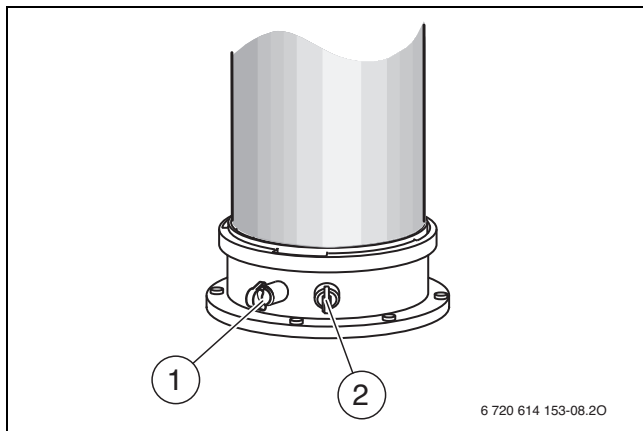

Bild 11 Abgasmessstutzen und Verbrennungsluft-Messstutzen
- ▶ Stopfen am Verbrennungsluft-Messstutzen (→ Bild 11, [2]) entfernen.
- ▶ Stopfen am Abgasmessstutzen (→ Bild 11, [1]) entfernen.